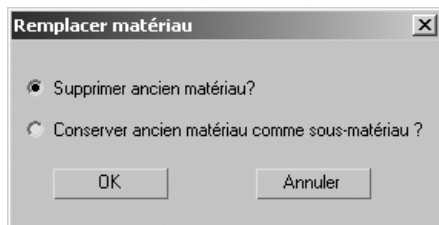

Fig.9.95
- [4] Dans la boîte de dialogue **Remplacer matériau**, sélectionnez **Supprimer ancien matériau ?** (fig.9.95).